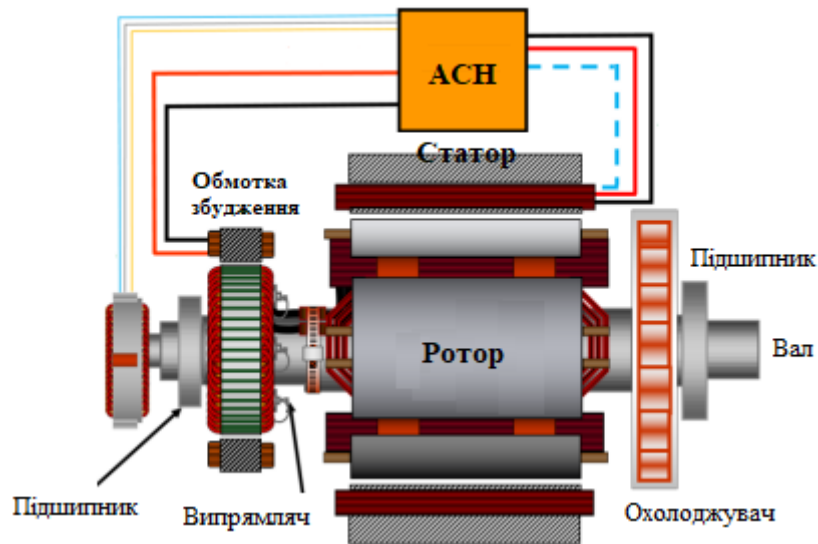

Рис. 2. Конструкція та принцип дії турбогенератора
**Турбогенератор (або просто генератор)** – машина, що перетворює механічну енергію в електричну (рис.2) [1].